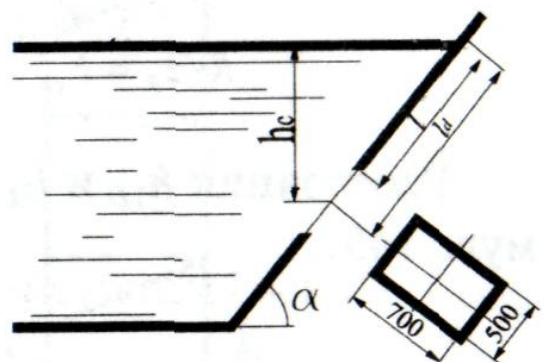

Рис.5
10. Определить силу гидростатического давления воды на крышку лаза в наклонной стенке танка (рис. 5). Размеры лаза – 700×500 мм, расстояние $\ell = 2$ м, угол $\alpha = 60^\circ$. Вычислить также координату центра давления ℓ_d .